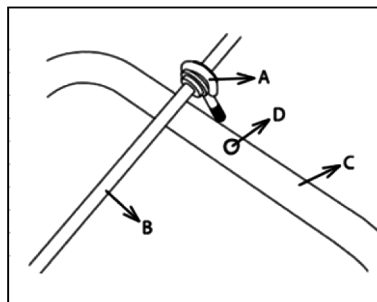

Рис. 14
- Закрепите систему изменения направления выброса снега с помощью фиксатора А в отверстии нижней рамы (рис. 14).